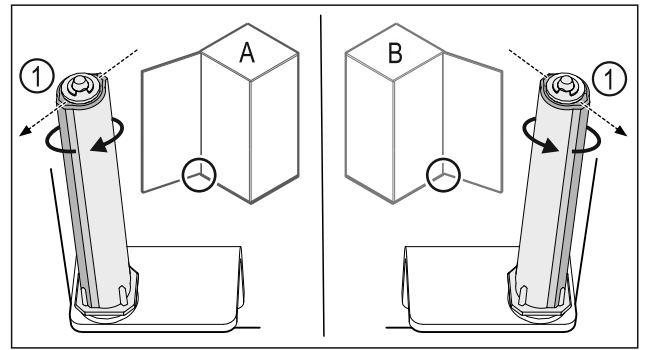

Fig. 36 Розкриття ліворуч (A) / Розкриття праворуч (B)
- ▶ Систему закриття повертати проти опору доки перемичка системи закриття Fig. 36 (1) не показуватиме назовні.